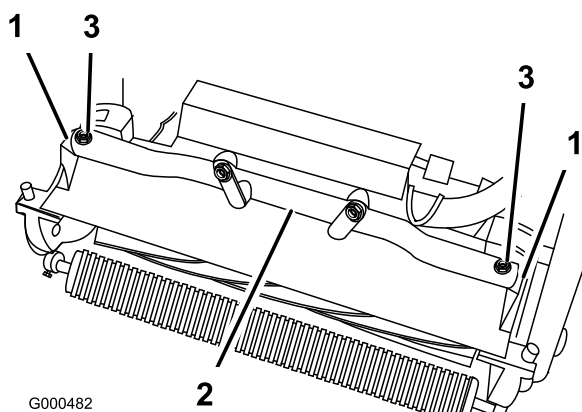

Figura 45
- Retire (2) as cavilhas que fixam os braços articulados da unidade de corte ao tubo da estrutura da unidade de tracção (Figura 45).
- Rode os braços articulados para a frente (Figura 45) e apoie a unidade de tracção sobre o apoio fixo.